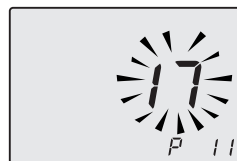

Figura 5.40
- Scorrere i vari parametri utilizzando i tasti 16 o 17 fino a far apparire sul display LCD le lettere **P11** e valore del parametro, indicanti l'entrata nel "parametro 11" (Figura 5.40).